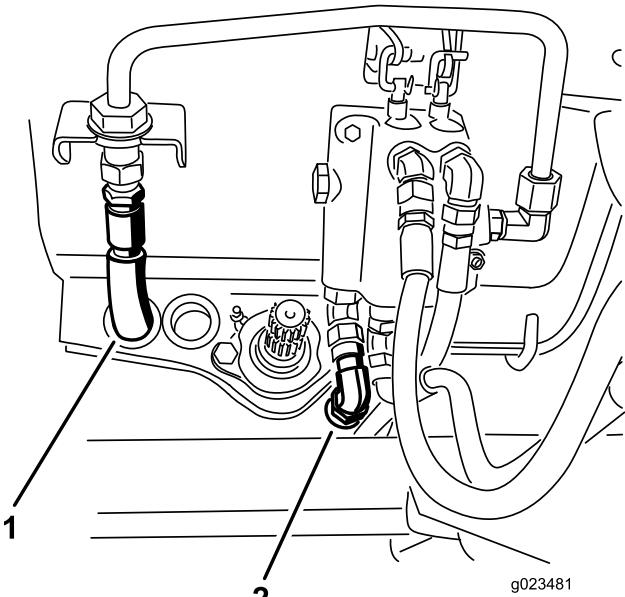

Figure 28
17. Branchez le flexible de pression hydraulique au conduit rigide du distributeur et le flexible de réservoir au distributeur (Figure 28).